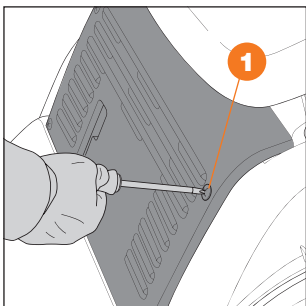

Рис. 16
- Снимите крышку отсека аккумуляторной батареи, открутите винты **1** (Рис. 16).